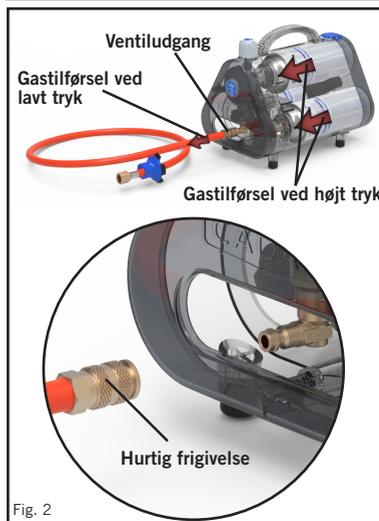

Fig. 2
- Sørg for, at slangen er korrekt tilsluttet stikkontakten i Power Pak (fig. 2).